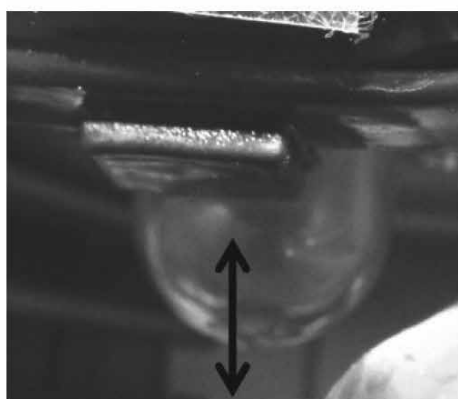

Рис. 8
2. Закройте воздушную заслонку. Для этого рычаг заслонки переведите в верхнее положение (**Рис. 8А**).
3. Рычаг газа установите в среднее положение (**Рис. 8С**).
4. Нажмите на праймер подкачки топлива на карбюраторе несколько раз, до заполнения его топливом (**Рис. 8В**).